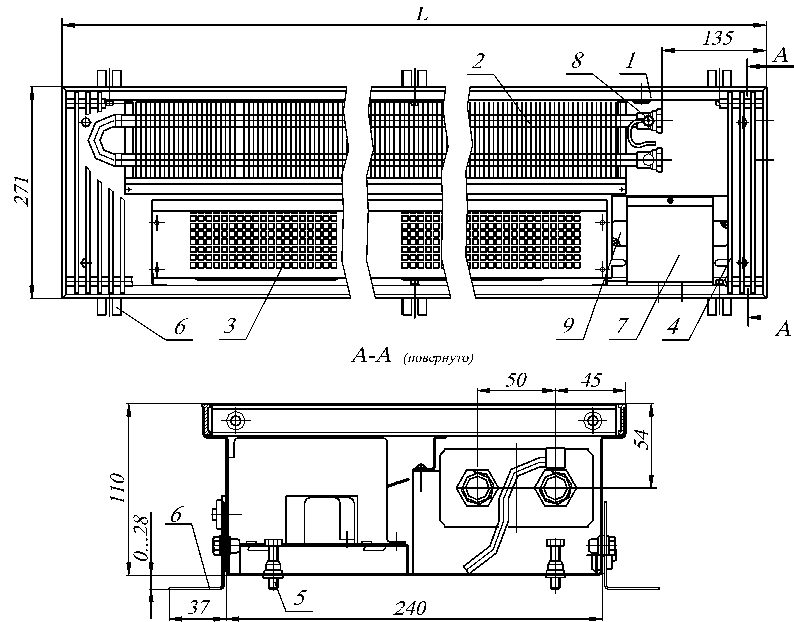

Рис.1 Конвектор КVK12 27.11.060...300-VK(VKT)-П
4.1. Конвекторы имеют (см. рис.1, 3):
4.2. Размеры и технические характеристики изделий представлены на Рис.1, 2, 3, 4 и в таблице 1, 2.